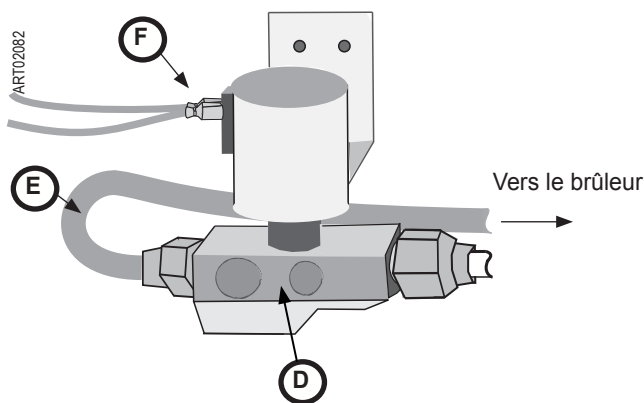

Fig. 7 - Soupape de gaz
4. Sur la soupape de gaz (Fig. 7, D), débranchez le tube du brûleur (Fig. 7, E); débranchez les deux fils sur le dessus de la soupape (Fig. 7, F).